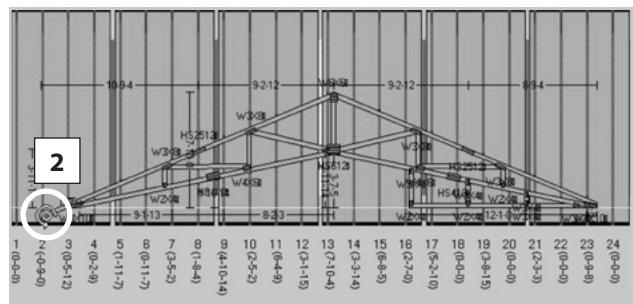

Figure 35
2. Cliquer pour choisir le centre du point de rotation (Figure 35)